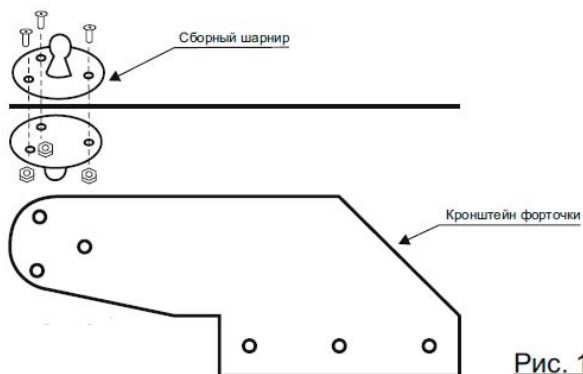
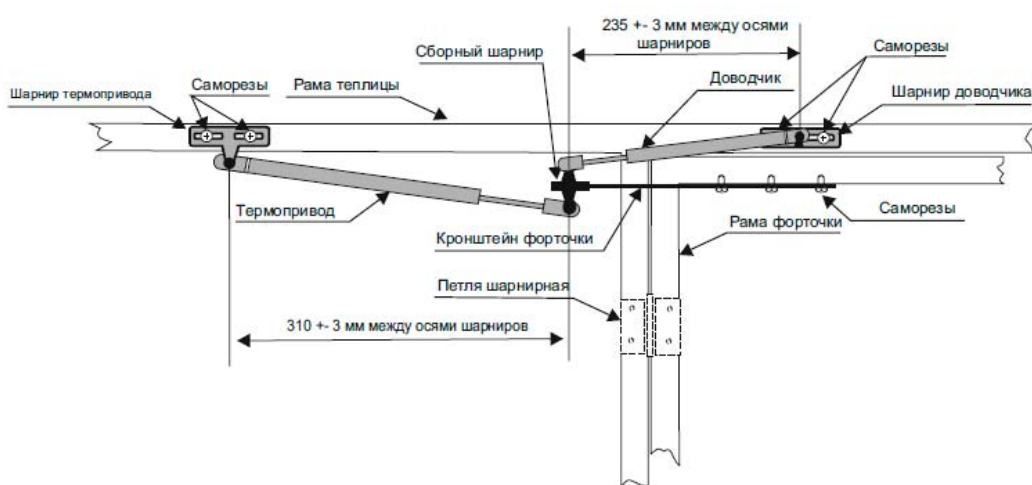

Рис. 1
Рис. 2
2. Соберите сборный шарнир на кронштейне форточки, как показано на рис. 1. Установите кронштейн на раму форточки с помощью саморезов, как показано на рис. 2.
3. Определите точки крепления кронштейна для доводчика. Для этого установите его так, чтобы межосевое расстояние между шаровыми наконечниками шарнира доводчика и сборного шарнира составляло (235 ± 3) мм при полном закрытии форточки (рис. 2). С помощью саморезов зафиксируйте шарнир доводчика на раме теплицы.
4. Определите точки крепления шарнира для термопривода. Для этого установите его так, чтобы межосевое расстояние между шаровыми наконечниками шарнира термопривода и сборного шарнира составляло (310 ± 3) мм при полном закрытии форточка (рис. 2). С помощью саморезов зафиксируйте шарнир термопривода на раме теплицы.
5. Закрепите на шарнире термопривода пластиковый фитинг термопривода. Для этого нажмите на него. Затем ту же операцию проделайте с другим пластиковым фитингом термопривода, защёлкнув его на сборном шарнире (снизу). Смотрите рисунок 2.